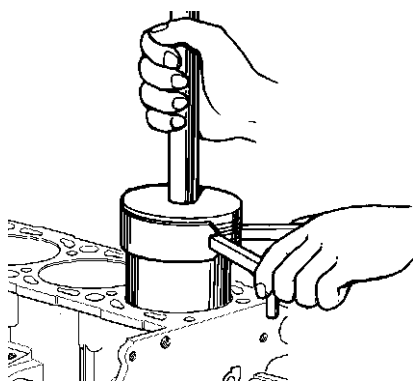

Рис. 4.59. Приспособление для установки поршня с кольцами в цилиндр
- наденьте на болты шатунов предохранительные латунные наконечники, сожмите кольца приспособлением (рис. 4.59) или, пользуясь конусным кольцом, вставьте поршень в цилиндр. Перед установкой поршня следует еще раз убедиться, что номера, выбитые на шатуне и его крышке, соответствуют порядковому номеру цилиндра, проверить правильность положения колец на поршне, поршня и шатуна в цилиндре;